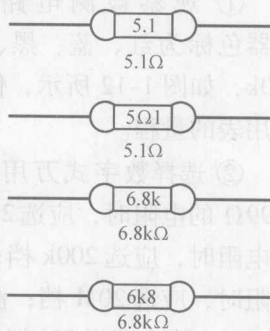

图 1-9 直标法
(1) 电阻器的标示方法 电阻器的标示方法有直标法和色环标法两种。
① 直标法。直标法是在生产时直接将电阻的阻值大小印制在电阻器上，如图 1-9 所示。如 5.1Ω 的电阻器上印有 5.1 或 $5\Omega 1$ 字样， $6.8k\Omega$ 的电阻器上印有 6.8k 或 $6k8$ 字样。